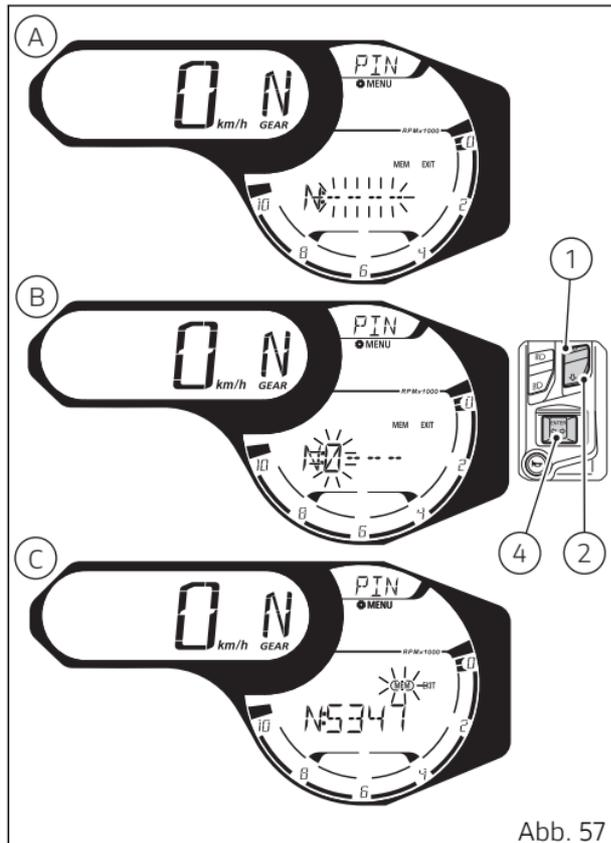

Abb. 57
Wird die Taste (4) zur Bestätigung der vierten und letzten Zahl gedrückt, blinkt im Display die Umrandung der Angabe MEM (C, Abb. 57) auf. Nun können über die Tasten (1) und (2) folgende Maßnahmen getroffen werden:
- Wahl der Angabe „EXIT“ (blinkende Umrandung) und Drücken der Taste (4) zum Beenden ohne Speicherung des PIN CODE;
- Wahl der einzelnen Ziffern (blinkend) des eingegebenen Codes und Drücken der Taste (4) für die Änderung mittels Wiederholung der Codeeingabe;
- Wahl der Angabe „MEM“ (blinkende Umrandung) (C, Abb. 57) und Drücken der Taste (4) zum Speichern des PIN CODE.